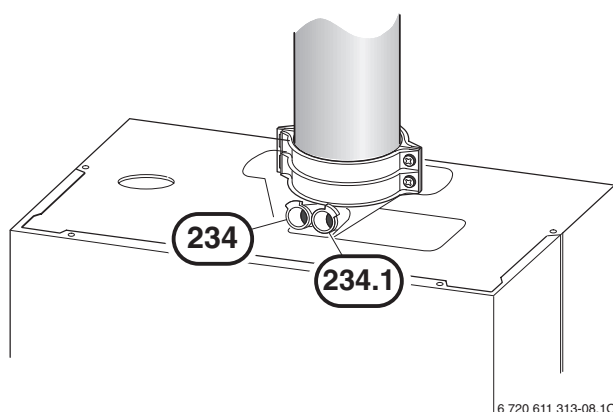

Fig. 58
- ▶ Enlever le bouchon de fermeture du raccord de mesure de l'air de combustion (234.1), (voir figure 58).
- ▶ Retirer le bouchon de fermeture du raccord de mesure des gaz brûlés (234), (voir figure 58).